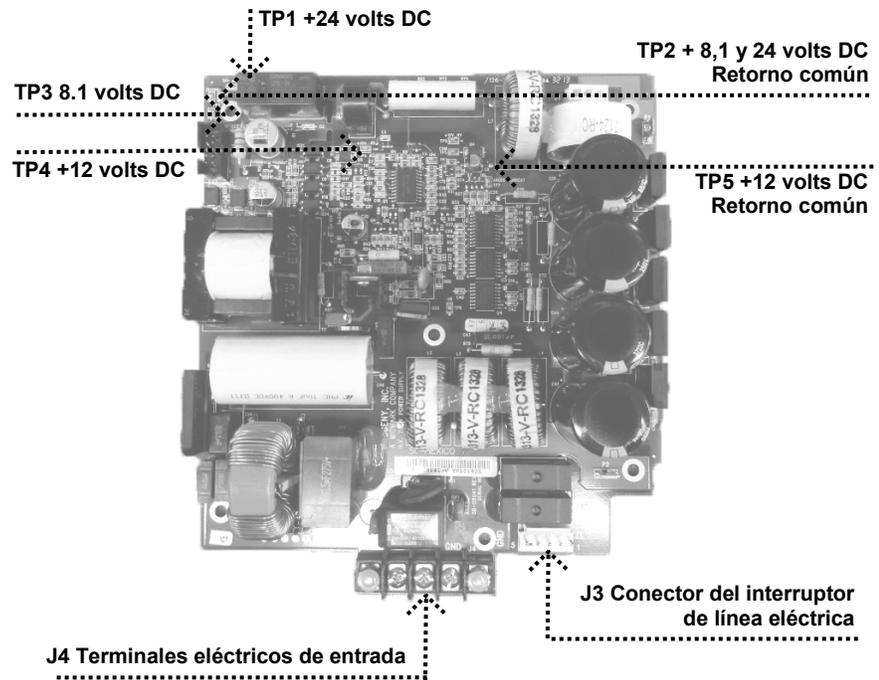

Figura 54
1. En la placa de alimentación eléctrica (30-08041), verificar la presencia de 100 a 230 volts AC en J4, los terminales eléctricos de entrada, como se muestra en la *Figura 54*. Si no hay energía, verificar que el Preva esté conectado a la línea de alimentación.
2. En la placa de alimentación eléctrica (30-08041), medir la alimentación de entrada en J3, el conector del interruptor de línea eléctrica, como se muestra en la *Figura 54*. Las posiciones 2 y 4 llevan la tensión de línea antes del interruptor de línea eléctrica, y las posiciones 1 y 3 llevan la tensión de línea después del interruptor de línea eléctrica. Si hay tensión en entrada del interruptor, pero no en la salida, se necesita reemplazar el interruptor de línea eléctrica E1-19000.
6. En la placa de alimentación eléctrica, usar TP2 como un punto de prueba común y verificar TP1 +24 volts DC y TP3 8,1 volts DC, como se muestra en la *Figura 54*. Luego usar TP5 como retorno común para verificar la presencia de +12 volts DC en TP4. Si no está presente alguna de estas tensiones, reemplazar la placa de alimentación eléctrica. Si todas las tensiones están presentes, inspeccionar el estado del cable plano entre la placa de alimentación eléctrica y la placa lógica. Si el cable no está dañado y se encuentra conectado correctamente, reemplazar la placa lógica.